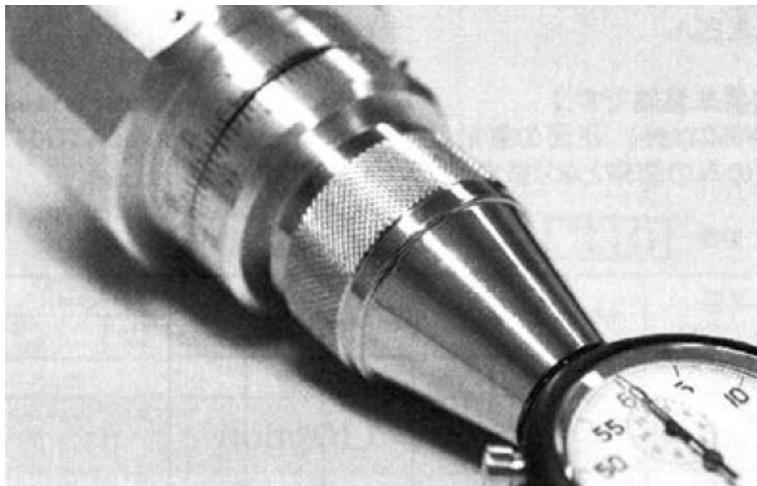

Abb. 2
■ **Messmethode Uhr drehen (Abb. 2)**